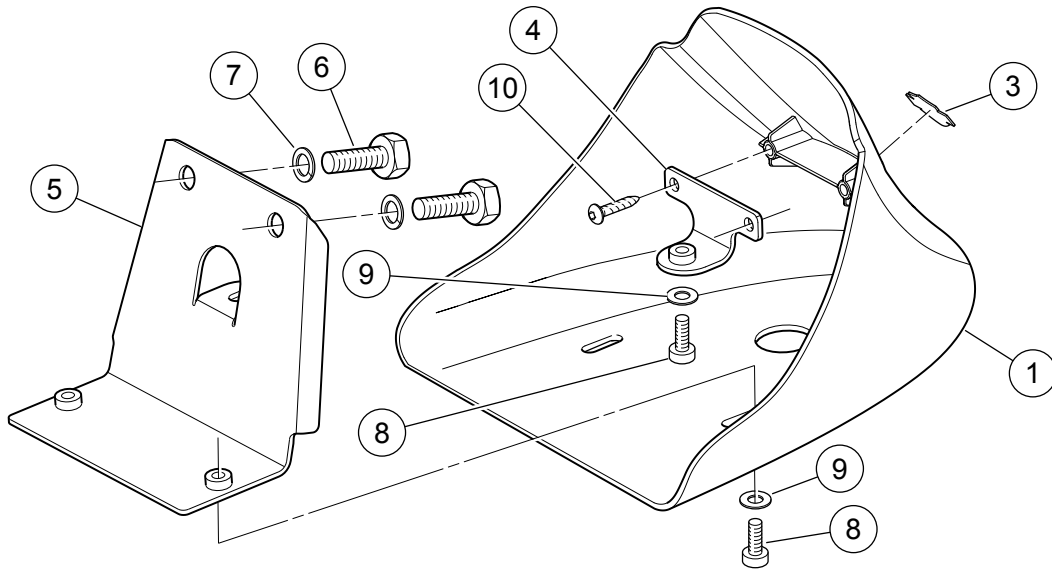

Abbildung 1. Ersatzteile: Frontspoilersatz
Diese Sätze sind geeignet für alle Sportster®-Modelle ab 2004. Diese Frontspoiler sind nicht mit Motorschutzbügeln kompatibel. Siehe Abbildung 1 für Inhalt des Satzes.
- Siehe Abbildung 1 >. Die obere Frontspoilerhalterung (4) mit den beiden HiLo-Schrauben (10) aus dem Satz an den Vorsprüngen vorne im Spoiler (1) befestigen. Festziehen.